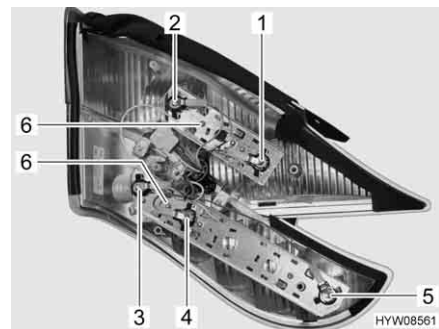

Fig. 228 Luci posteriori (lato posteriore)
- Svitare le due viti Torx (Fig. 228,6) del listello di supporto interessato sul lato posteriore dell'alloggiamento.